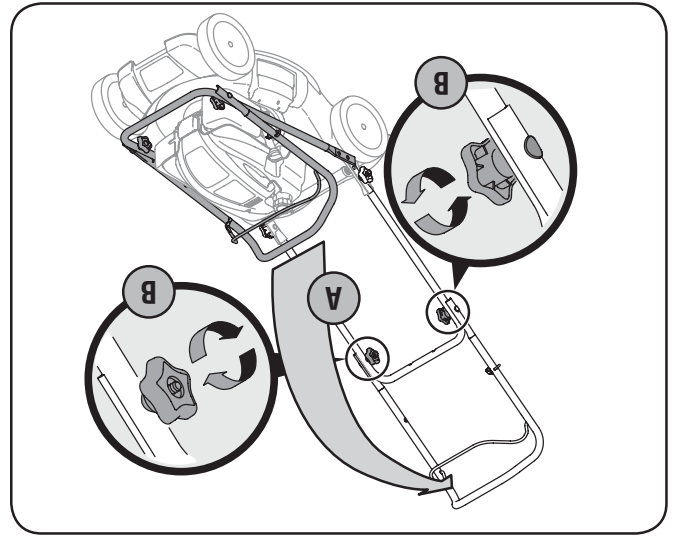

Figure 3-1
a. Redressez le guidon supérieur vers vous pour le faire passer à la position de travail, comme à la Fig. 3-1. Ne pincez pas le câble en redressant le guidon. Retirez les boutons en forme d'étoile des supports du guidon et attachez le guidon inférieur sur les supports du guidon en positionnant le trou inférieur du guidon inférieur sur les goupilles des supports du guidon.
b. Serrez les boutons en forme d'étoile qui maintiennent le guidon supérieur sur les guidon inférieur. Voir la Fig. 3-1. Assurez-vous que le boulon ordinaire est bien enfoncé dans le guidon.